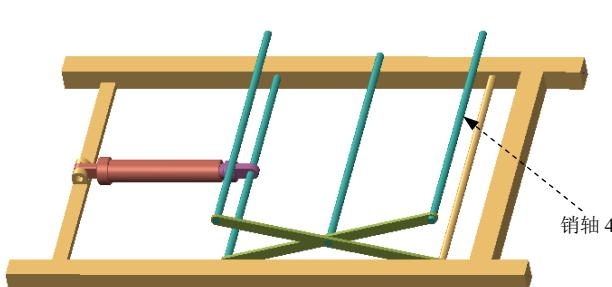

图 3.17.38 装配销轴 4
Step4. 单击操控板中的 按钮，完成元件的复制，如图 3.17.38 所示。